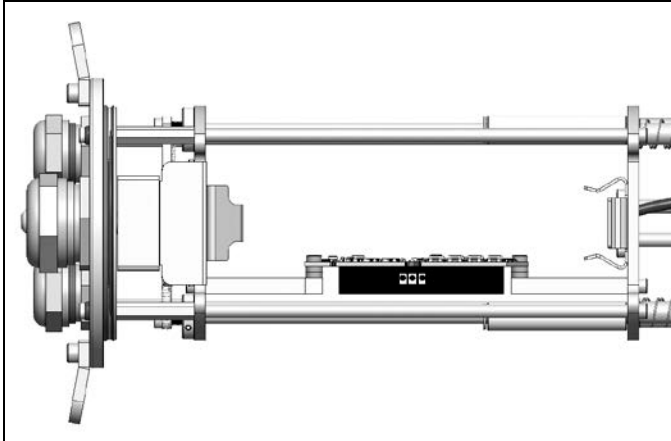

Abbildung 33: Einbau des Industrie-PIF (Ansicht von oben)
5. Fixieren Sie das Industrie-PIF mit den dafür vorgesehenen Schrauben (M3x5) samt Abstandsringen, wie in **Abbildung 33** dargestellt.